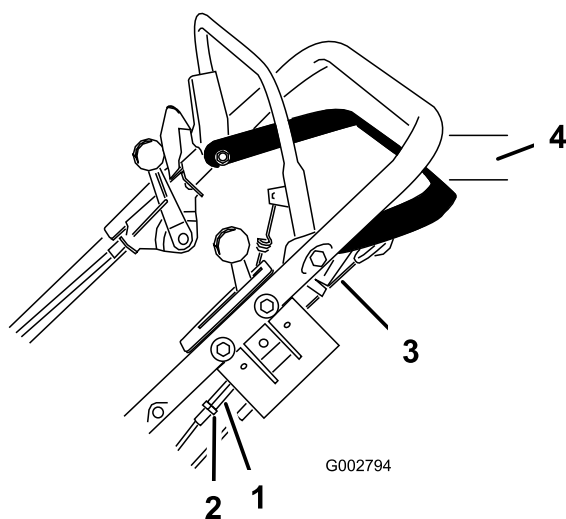

Figura 28
1. Allentate il dado di fissaggio del tornichetto (Figura 28).
2. Girate il tornichetto fino ad eliminare l'imbando del cavo esposto (Figura 28).